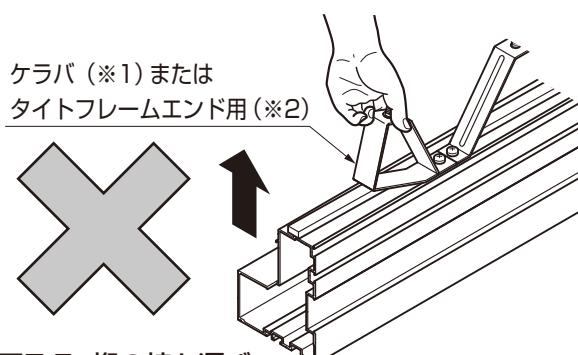

図7-5 桁の持ち運び
- タイトフレームを取付けた後、桁を持ち運ぶときは、ケラバ(※1)とタイトフレームエンド用(※2)を持たないでください。曲がって端部面戸爪付が取付かなくなります。(図7-5参照)